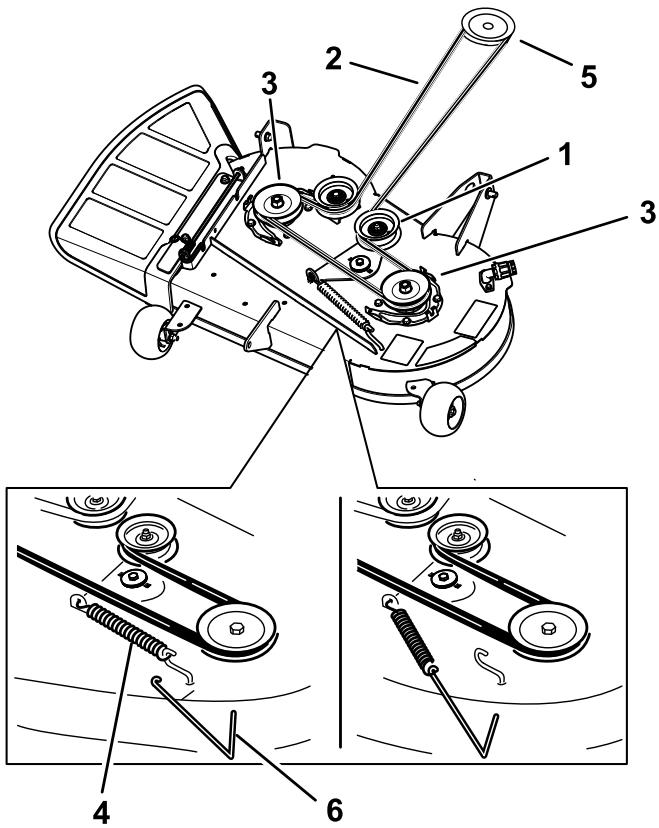

Figura 48
5. Usando una herramienta para la retirada de muelles (Pieza Toro Nº 92-5771), retire el muelle tensor del gancho de la carcasa para eliminar la tensión de la polea tensora, y retire la correa de las poleas (Figura 48).
6. Pase la correa nueva alrededor de las poleas del motor y del cortacésped (Figura 48).
7. Usando una herramienta para la retirada de muelles (Pieza Toro N.º 92-5771), instale el muelle tensor sobre el gancho de la carcasa y tense la polea tensora y la correa (Figura 48).